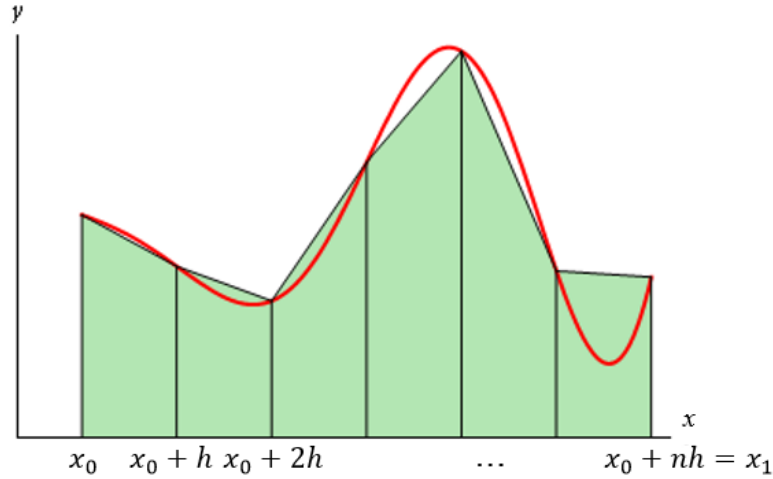

FIGURA 27. Regla de Trapecios Compuesta
y aproximar el valor de la integral (13) por la suma de las áreas de los *trapecios rectángulos* cuyas bases (ubicadas verticalmente) tienen longitudes $f(x_0), f(x_0 + h), \dots, f(x_0 + (n - 1)h)$ y $f(x_0 + nh)$, y sus alturas (ubicadas horizontalmente) tienen todas ellas longitudes h (Figura 27).